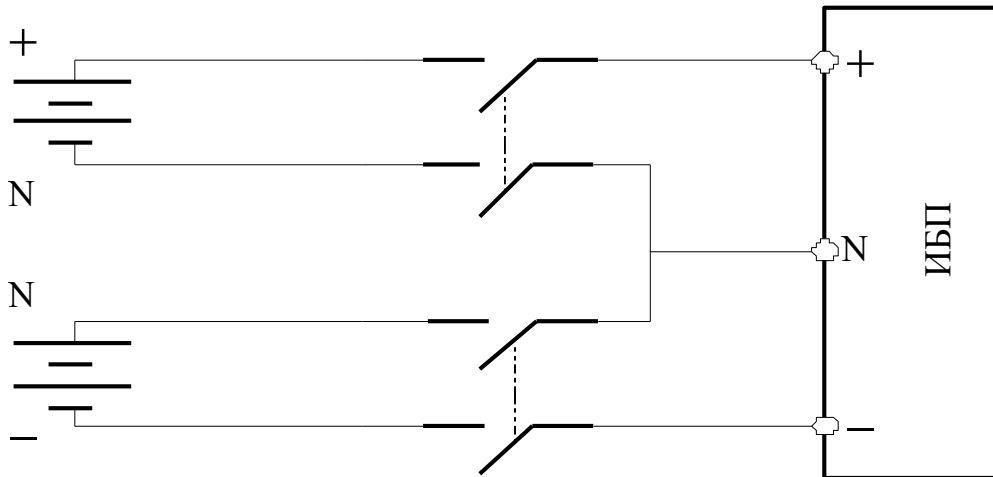

Рисунок 7-1. Схема подключения батарей, выключателя батарей и ИБП (четырёхпроводное подключение батарей)
1. Если внешние батареи имеют независимые группы положительных и отрицательных отводов (от батареи отходят 4 провода), из-за ограничения номинального тока для ИБП рекомендуется использовать один 4-полюсной автоматический выключатель постоянного тока в литом корпусе (номинальное напряжение постоянного тока автоматического выключателя должно быть равно 250, 500 или 750 В постоянного тока для 1, 2 или 3 полюсов соответственно, а номинальная предельная отключающая способность при коротком замыкании должна составлять 35 кА) или два 2-полюсных автоматических выключателя постоянного тока в литом корпусе (номинальное напряжение постоянного тока одного автоматического выключателя должно быть равно 250 или 500 В постоянного тока для 1 или 2 полюсов соответственно, а номинальная предельная отключающая способность при коротком замыкании должна составлять 35 кА). См. схему подключения батарей, выключателя батарей и ИБП на рис. 7-1.